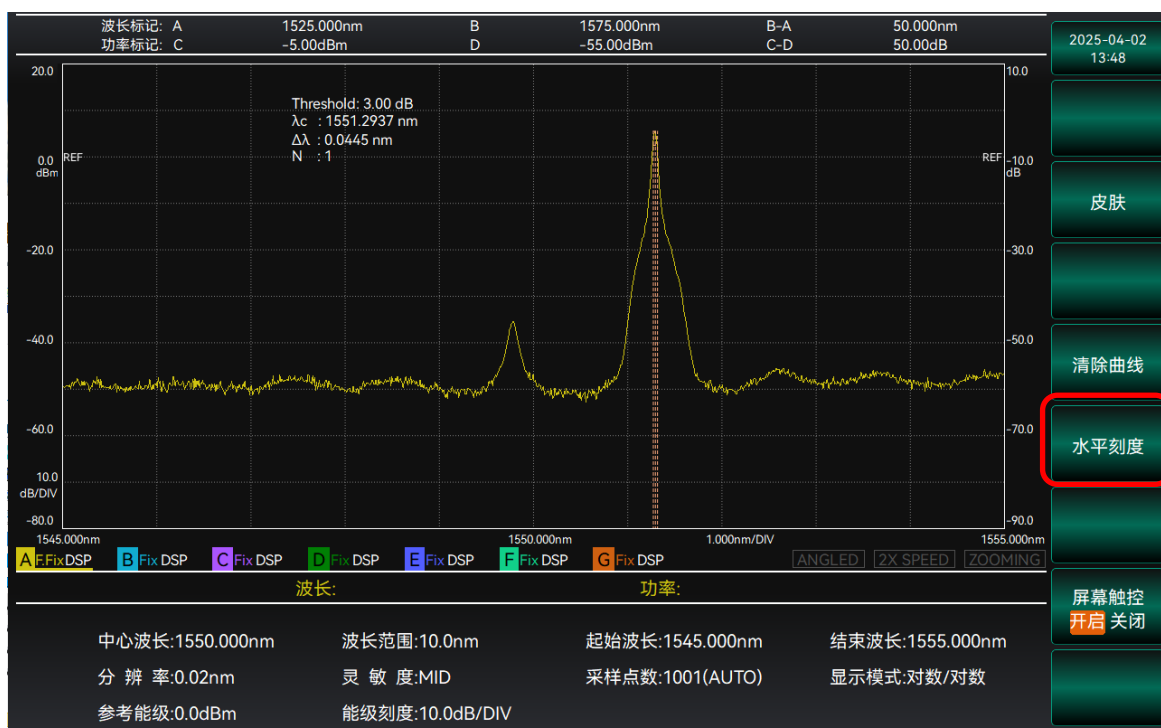

图 3.35 设置水平轴单位
2. 点击【水平刻度】，选择【nm】或者【THz】完成设置。操作界面如图 3.35 所示。